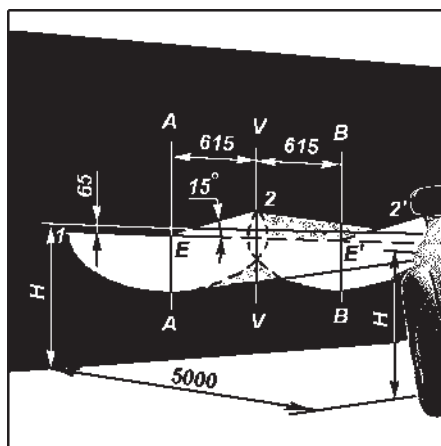

Рис. 9.34. Разметка экрана для регулировки фар:
1. Установите полностью заправленный и снаряженный автомобиль с нормальным давлением воздуха в шинах и нагруженным сиденьем водителя 750 Н (75 кгс) на ровной горизонтальной площадке на расстоянии 5 м от экрана со специальной разметкой (рис. 9.34).